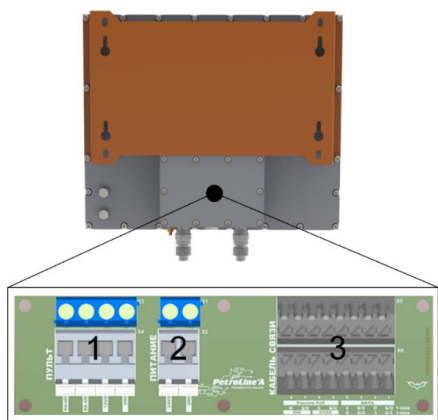

Рисунок 5. Плата клеммная
- на задней стенке монитора открыть крышку клеммного отсека при помощи шестигранного ключа 5 мм. (см. рисунок 5);
- завести через кабельный ввод кабель питания в монитор и подключить в клеммные зажимы, согласно схемы и описанию (см. рисунок 5,6);
- завести через кабельный ввод кабель связи в монитор и подключить в клеммные зажимы, согласно схемы и описанию (см. рисунок 5,6);
- завести через кабельный ввод кабель от пульта МВ-150 в монитор и подключить в клеммные зажимы, согласно схемы и описания (см. рисунок 5,6);